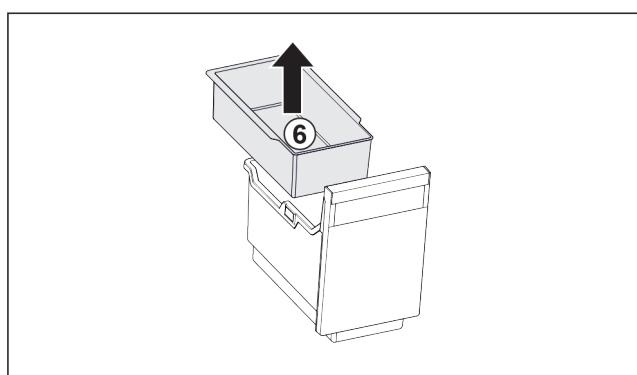

Fig. 26
- Вийняти підвісний лоток Fig. 26 (6).